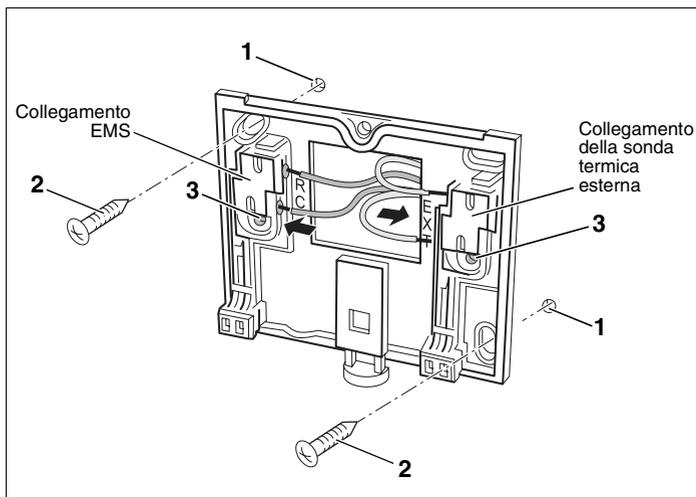

Fig. 3 Fissaggio della piastra di montaggio sull'intonaco
- Eseguire due fori nella parete sui punti previsti, utilizzando la piastra di montaggio come maschera (fig. 3).
- Inserire i tasselli in dotazione nei fori (fig. 3, **pos. 1**).
- Fissare la piastra di montaggio, usando le viti in dotazione (fig. 3, **pos. 2**).
Per il montaggio sulla scatola a incasso è possibile usare i fori di fissaggio laterali (fig. 3, **pos. 3**).
- Collegare il cavo Bus a due fili dall'Energy Management System (EMS) ai morsetti "RC" (fig. 3). La polarità dei fili è irrilevante.
- Se presente: Collegare la sonda termica esterna (accessorio) ai morsetti "EXT" (fig. 3).